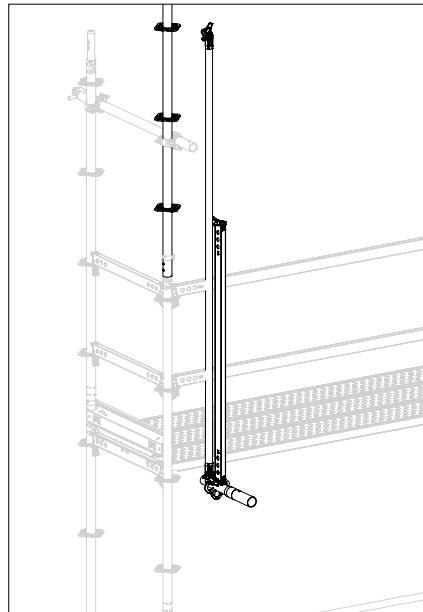

Abb. A4.03a
1. Vorbereitete Baugruppe vor das Grundgerüst bringen. (Abb. A4.03a)